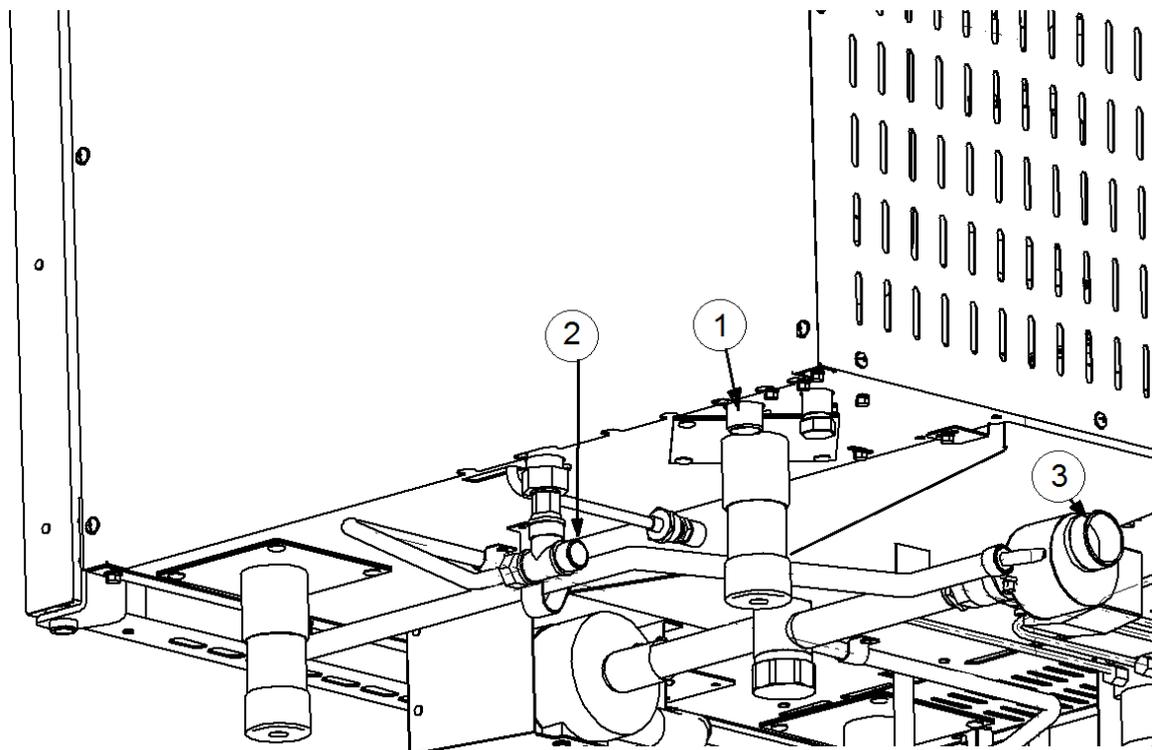

Рис. 4 Подключение воды.
- штуцер с резьбой G3/4 (см. рис. 4 поз. 1 (наружная резьба)) – подача умягченной воды в парогенератор;
- штуцер с резьбой G1/2" (см. рис. 4 поз. 2 (наружная резьба)) – подача воды для охлаждения конденсата сливаемая в канализацию и ручной душ. Допускается подключать к не умягченной воде.
Пароконвектомат должен быть подключен к системе канализации (рис. 4 поз. 3 -